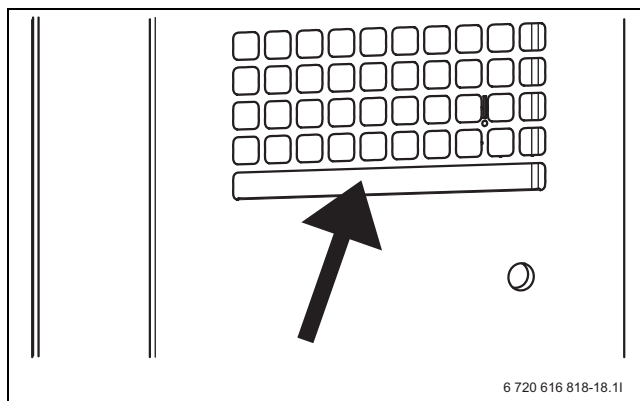

Bild 53
- ▶ Rensa smuts och löv från facket vid förångaren på värmepumpens baksida (→ Bild 53).